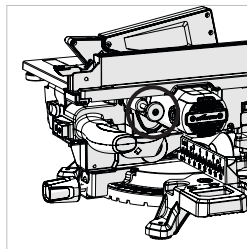

Fig. 4
- Estrarre il perno (Fig. 4) per sbloccare il motore.